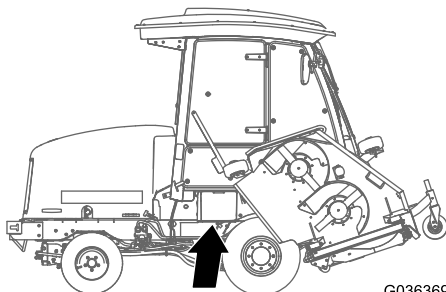

Figura 96
1. Abra la tapa de la batería, situada en el lado de la cubierta (Figura 96).
Nota: Presione hacia abajo sobre la superficie plana situada encima de la tapa de la batería para facilitar la apertura de la tapa (Figura 96).